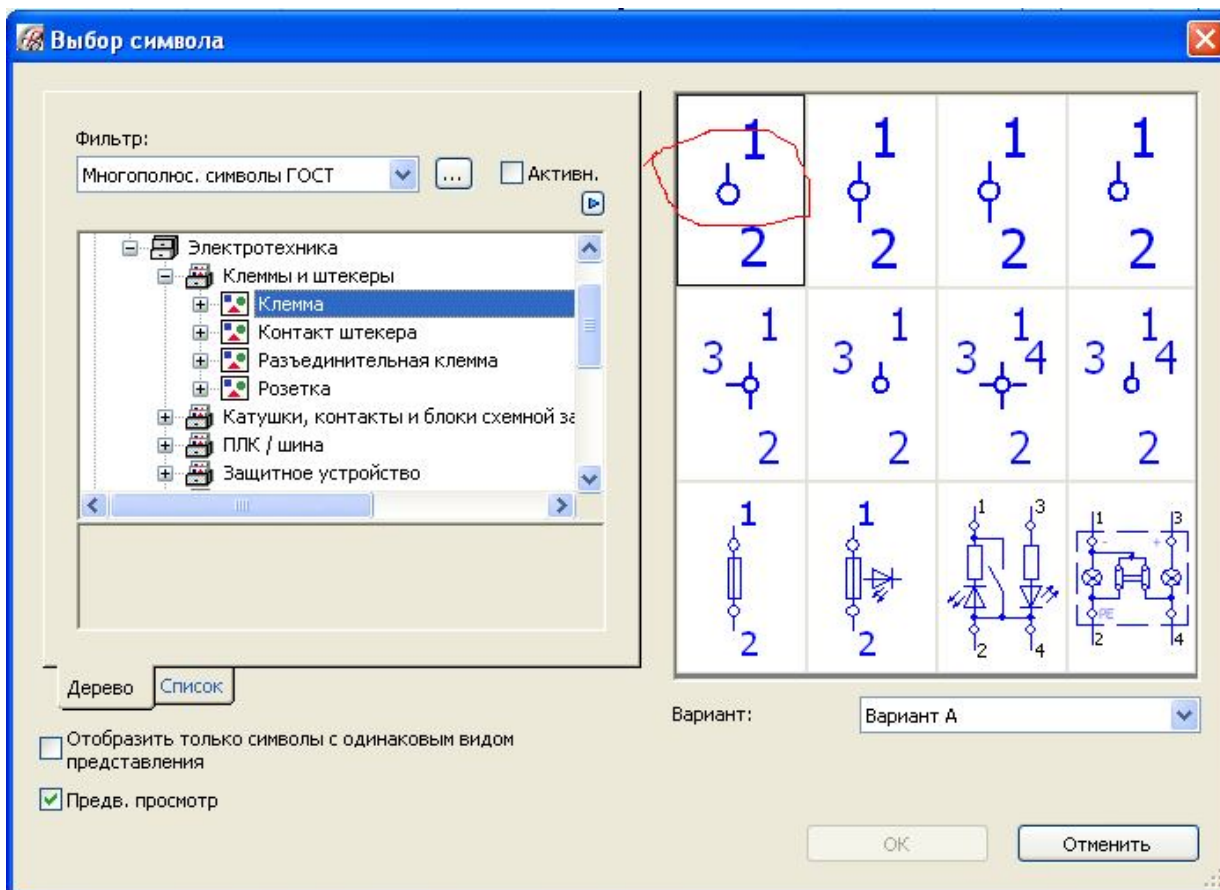

Рисунок 3.37 – Вид вікна **Выбор символа** на вкладці **Клемма**
1. Виберіть пункт меню **Вставити > Символ**. Відкриється діалогове вікно **Выбор символа** (рис. 3.37).